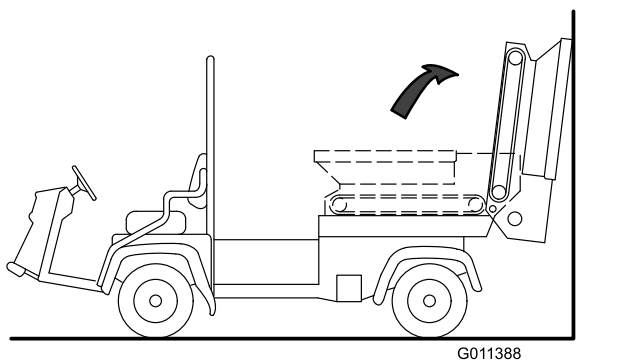

Figure 32
3. Faites pivoter la trémie en arrière et appuyez-la contre un mur, un poteau, une échelle, etc. (Figure 32).
Veillez à faire pivoter la trémie au-delà du centre et/ou à l'appuyer solidement contre le mur ou le poteau pour l'empêcher de tomber accidentellement dans la zone de travail (Figure 32).
3. Rabattez la trémie avec précaution sur les rails du cadre coulissant ; voir la Figure 32 sous Démontage du plateau coulissant \(page 24\).